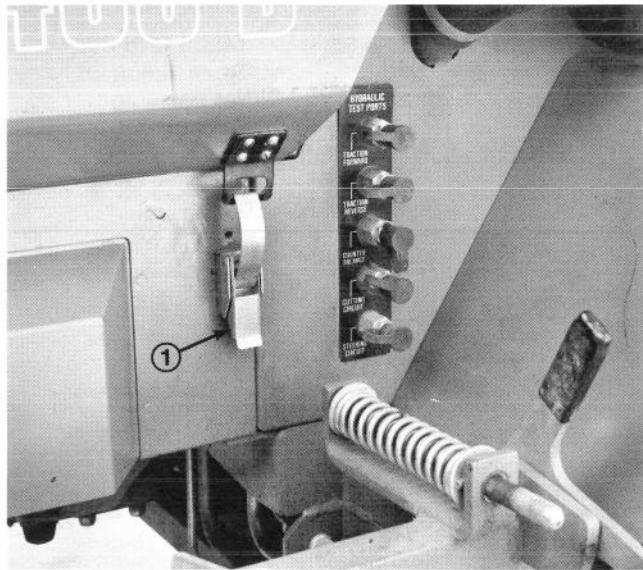

Fig. 1
- Parcheggiare la macchina su un piano orizzontale, e sbloccare i dispositivi di bloccaggio del cofano (Fig. 1).